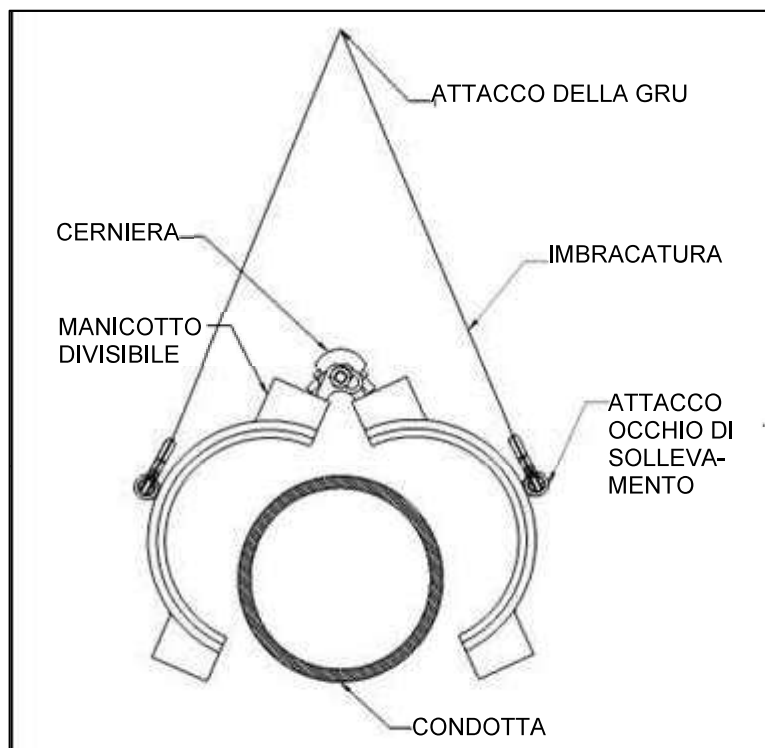

Figura 12
3. Fissare imbracature di dimensioni adeguate, come catene, funi o cinghie, a un punto di sollevamento singolo della gru. L'imbracatura deve essere sufficientemente lunga da non interferire con l'apertura e la chiusura della clampa, come mostrato nella Figura 12.
4. Sollevare la clampa tramite l'attacco a punto singolo della gru. La Split+Sleeve si aprirà come mostrato nella Figura 12.
5. Posizionare la clampa sopra la condotta e abbassarla lentamente su di essa come mostrato nella Figura 12. L'interno della clampa entrerà in contatto con la condotta e, man mano che viene abbassato, la clampa inizierà a chiudersi. Alcuni clampe potrebbero richiedere una forza laterale aggiuntiva per chiudersi attorno al tubo. Tenere sempre tutte le parti del corpo lontane dall'interno della clampa mentre la si abbassa sul tubo. Questo serve a garantire la sicurezza nel caso in cui la clampa si chiuda rapidamente.